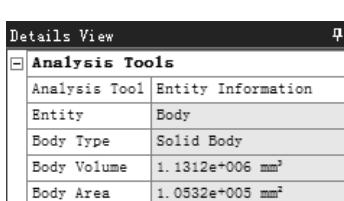

图 3.6.5 检测实体信息
- 步骤 04** 检测实体信息。在 **Analysis Tool** 下拉列表中选择 **Entity Information** 选项，选取整个几何体对象，此时在“Details View”对话框中显示几何体的体积信息和表面积信息（图 3.6.5）。